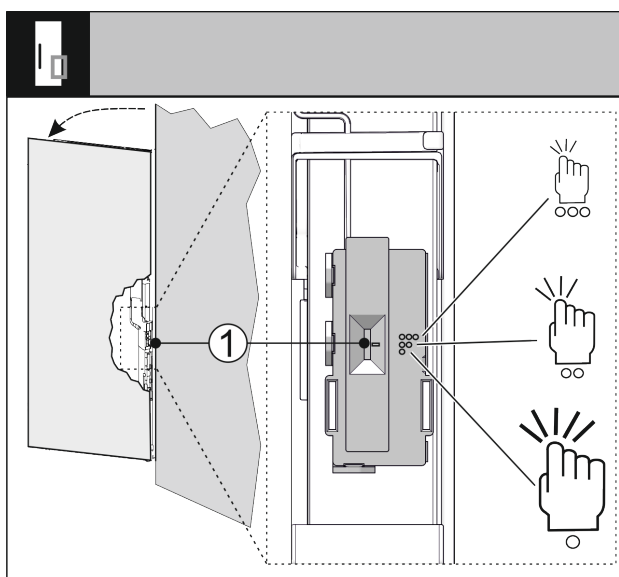

Fig. 71
Czułość czujnika pukania można ustawić przy pomocy przetącznika Fig. 71 (1). Przetącznik znajduje się po stronie zawiasów, w dolnej trzeciej części drzwi.
- ▶ Przetącznik Fig. 71 (1) ustawić w wybranej pozycji przetączenia.